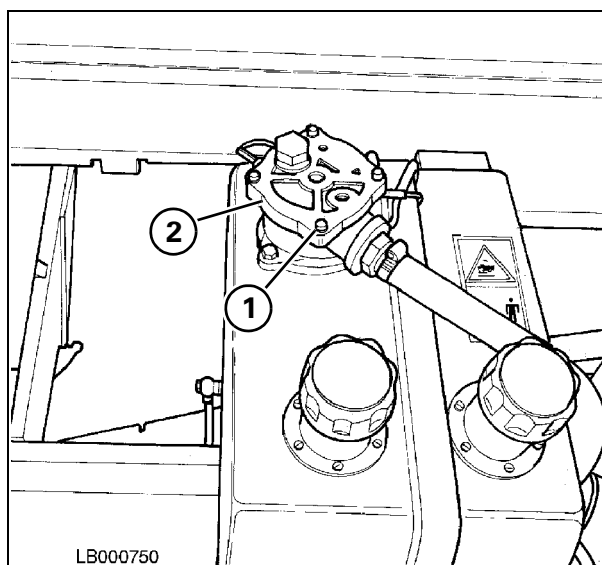

Рис. 66
**59. Фильтр, вспомогательная гидравлическая система - Рис. 66**